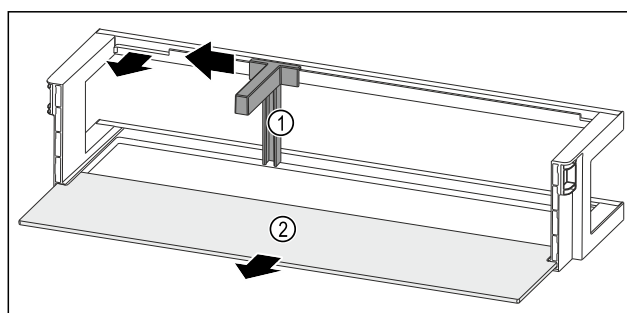

Fig. 259 Balconcino controporta con fermabottiglie e ripiano
- Spingere il fermabottiglie Fig. 259 (1) lateralmente fino all'incavo.
- Rimuovere il fermabottiglie Fig. 259 (1).
- Rimuovere il ripiano Fig. 259 (2).